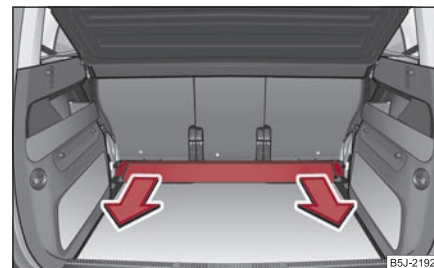

Fig. 86 Portbagajul: Scoaterea șinei transversale
- Apucați șina transversală ⇒ pagina 77, fig. 86 și scoateți-o trăgând în sensul indicat de săgeată.